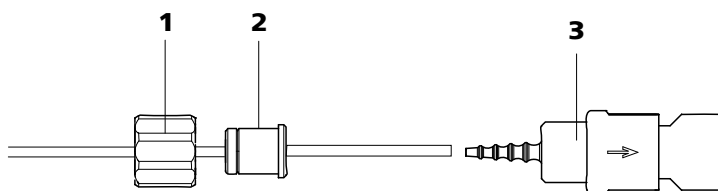

图 28 安装带过滤器的泵管接口
- **情况 A：带过滤器** 6.2744.180 （参见图 28，第 47 页）的泵管接口或